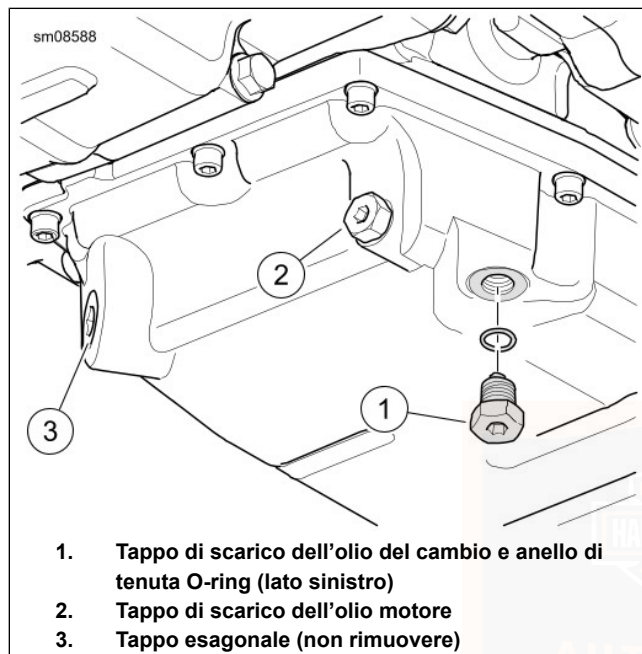

Figura 52. Scarico del cambio
2. Vedere Figura 52. Rimuovere il tappo di scarico dell'olio del cambio. Vuotare il cambio.